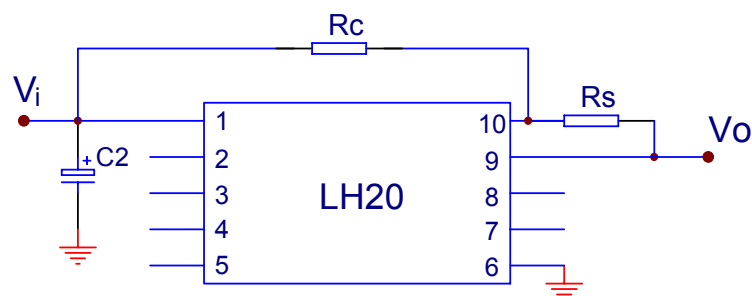
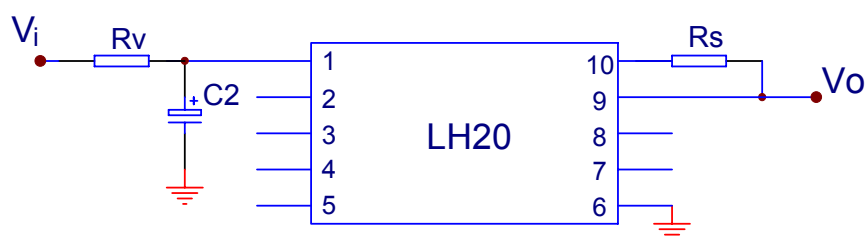

图 9
图 10
7.4.3 若要求电源的输出电流较大时，可按图 9 使用， R_c 的大小由使用环境确定， $R_c \approx (V_{imin} - V_o - I_o R_s) / n I_o$ ， $n \leq 1$ 。可根据实际情况确定，例如： I_o 为 600mA， R_s 为 0.75Ω ， V_{imin} 为 17V，取 $n=2/3$ 。则 R_c 为 11.375Ω ，实际可取 12Ω 。
7.4.4 若要求电源的输入电压较大时，可按图 10 使用。 R_v 的大小可参照图 9 中 R_c 的确定方法确定，此时需要考虑静态电流的影响。